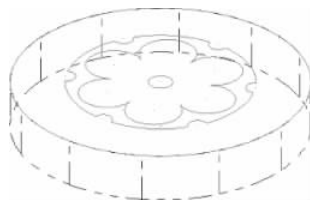

图 5-140 关闭刀具路径显示
(2) 单击加工操作管理器中“选择全部操作”按钮 ,单击“切换刀具路径现实的选择操作”按钮 ,关闭所有刀具路径的显示,如图 5-140 所示。